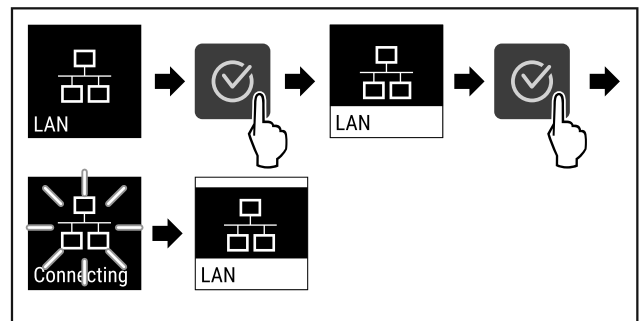

Fig. 90
- ▶ Hajtsa végre a művelet lépéseit (lásd Fig. 90) .